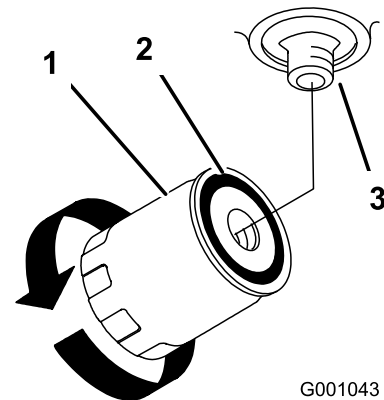

Figura 57
4. Localice el filtro debajo de la base del motor, y coloque un recipiente debajo del filtro (Figura 57).
5. Retire el filtro usado y limpie con un paño la superficie de la junta del adaptador del filtro (Figura 57).
9. Cuando el filtro hidráulico esté lleno, gire el filtro en el sentido de las agujas del reloj hasta que la junta de goma entre en contacto con el adaptador del filtro, luego apriete el filtro 1/2 vuelta más (Figura 57).